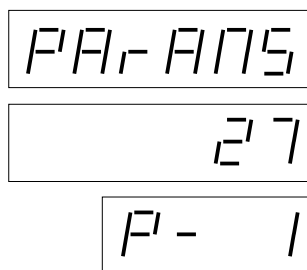

Рис. 14 Установка параметров
3. При нажатии клавиши „0“ в строке объема отобразится значение параметра, а в строке цены за единицу „P-“ и номер параметра см. рис. 14. При повторном нажатии клавиши „0“ последовательно просматривается список параметров. Клавиша обладает функцией повторения, так наз. „autorepeat“. Это означает, что при удерживании клавиши автоматически увеличиваются номера параметров.